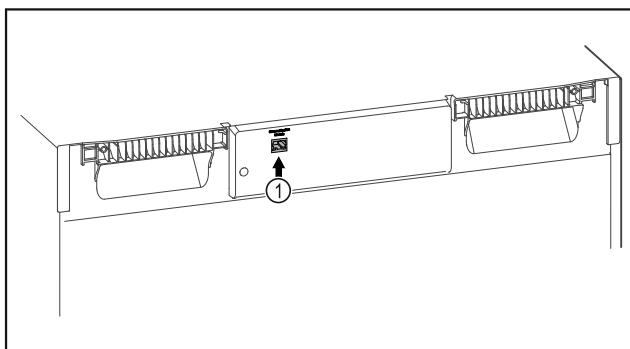

Fig. 102
- SmartModule Fig. 102 (1) er sat i.